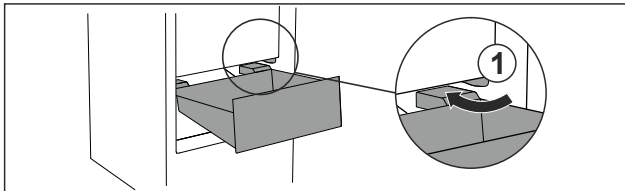

Fig. 106
- ▶ Обойдите стопор Fig. 106 (1) выдвижного ящика под наклоном.